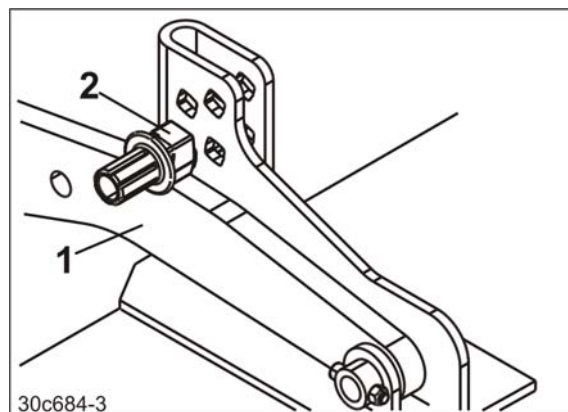
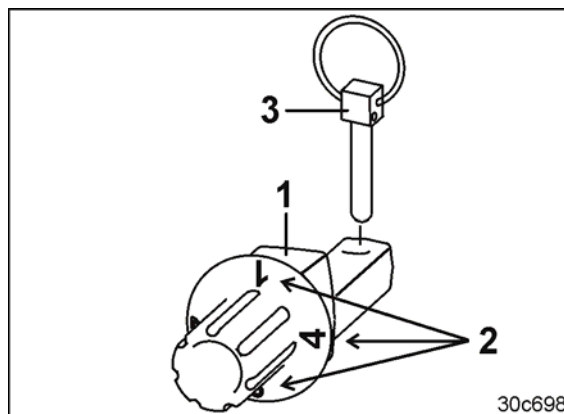

Fig. 113
Fig. 115
1. Ridicați mașina cu instalația hidraulică a tractorului, până când bolțul de reglare a adâncimii (Fig. 113/2) se eliberează din brațul portant (Fig. 113/1).
- o cu cât cifra (Fig. 115 /2) care se află la brațul portant (Fig. 113/1) este mai mare.